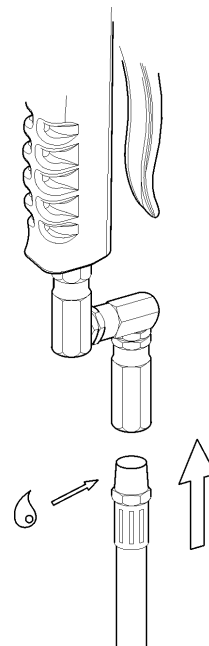

Fig. 3
2. Connect the dispensing hose to the inlet swivel of the hose end meter using Loctite #242 (fig 3).
2. Rosque la manguera de suministro a la rótula de entrada de la pistola contadora usando sellador (Fig. 3).